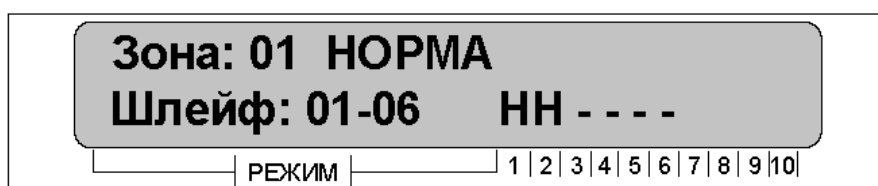

Рис. 11. Выбор зоны
- подтвердить выбор зоны клавишей «#» (см. рисунок 11);